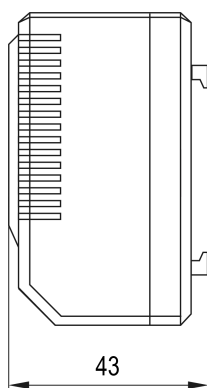

Рисунок 5.2 – Габаритные размеры МТК-СТ0 и МТК-СТ1
1. Подготовить место на DIN-рейке согласно габаритным размерам термостата (см. рисунок 5.2 или 5.3).